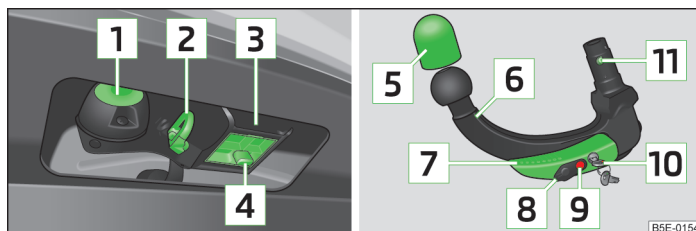

Fig. 142 Support du dispositif d'attelage/boule d'attelage
- Faites glisser le cache » fig. 142 à la page 168 vers le bas.
- Mettez le cache [4] » fig. 142 à la page 168 en place sur le logement.